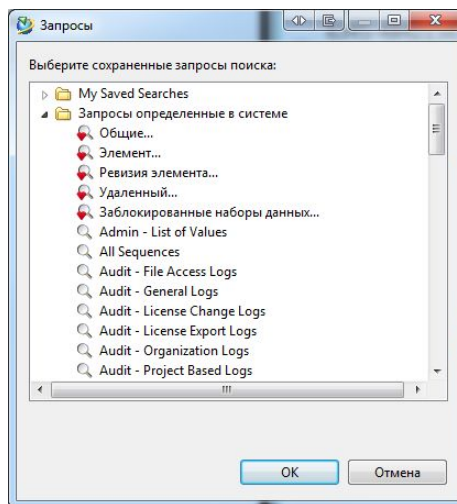

Рис. 22
3. В появившемся диалоговом окне **Запросы** выбрать форму запроса(например «Заблокированные объекты») и нажать кнопку **ОК** (Рис. 22)